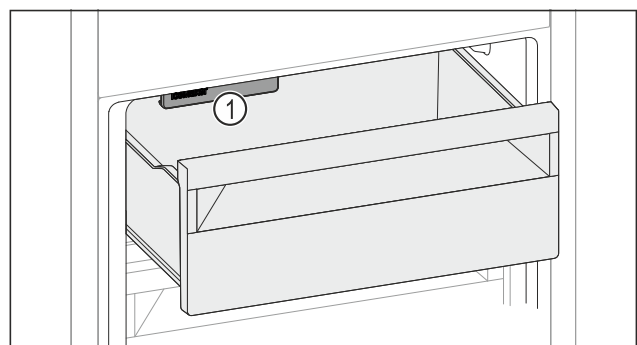

Fig. 119
- ▶ IceMaker Fig. 119 (1) berücksichtigen.